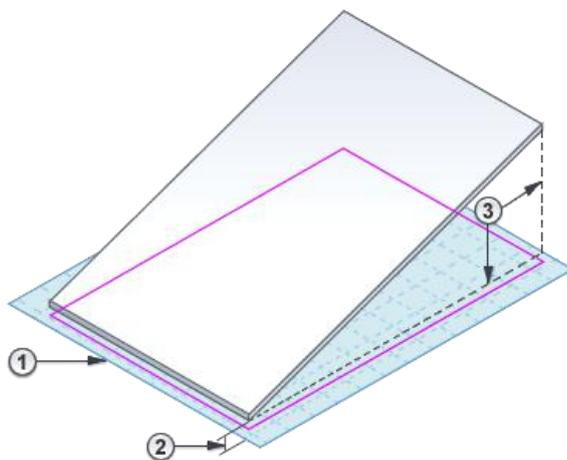

图 4-15 各参数的定位
若指定单条楼板绘制线的“定义坡度”和“坡度”属性值。选择一条边界线，在“属性”选项板上选择“定义固定高度”、选择“定义坡度”选项、输入“坡度”值③。(可选)输入“标高”①和“相对基准的偏移”②的值，见图 4-15。单击“√完成编辑模式”。